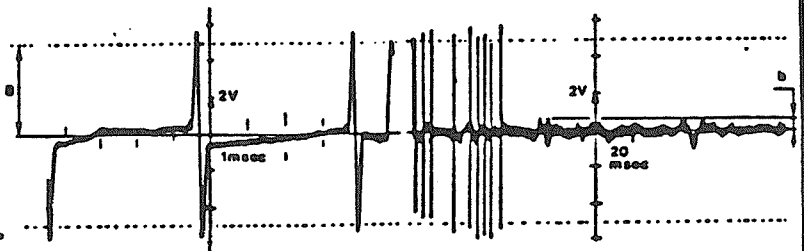

FIG.46
La figure obtenue doit être identique à celle figurée en fig.46. L'amplitude (B) doit être de $5V +$ ou $- 0,25V$, l'amplitude (b) doit être égale ou $< 1,5V$.